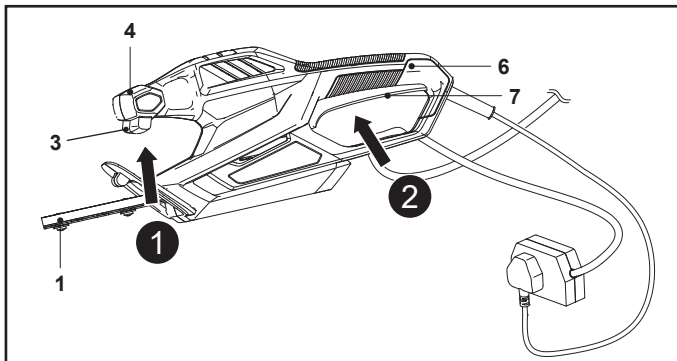

Fig. 4
1. Asegúrese de que el dispositivo de corte (hoja) (1) no entre en contacto con ningún objeto. Retire la cubierta de la hoja (11) del dispositivo de corte (hoja) (1) antes de encender el producto.
2. Sostenga el producto con una mano en la empuñadura delantera (4) y la otra en la empuñadura trasera (6).
3. Mantenga presionado el interruptor de seguridad (3) (Fig. 4, paso 1).
4. Presione el interruptor de encendido/apagado (7) para encender el producto (Fig. 4, paso 2).
5. Suelte el interruptor de encendido/apagado (7) o el interruptor de seguridad (3) para apagar el producto.